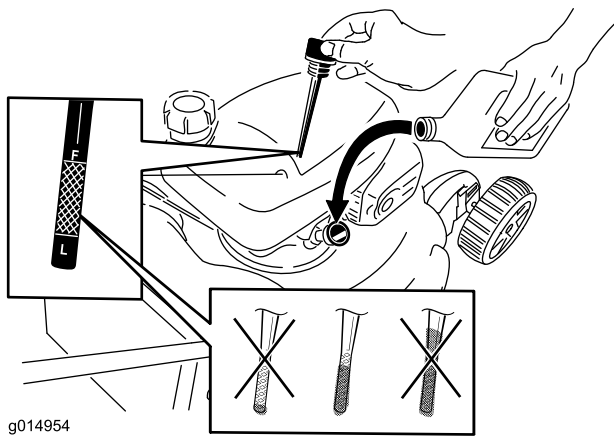

Bild 39
6. Nehmen Sie den Peilstab aus dem Öleinfüllstutzen (Bild 39).
12. Nehmen Sie den Peilstab heraus und lesen den Ölstand ab, siehe Bild 39.
- Füllen Sie bei einem zu niedrigen Ölstand langsam etwas Öl in den Öleinfüllstutzen: Wiederholen Sie die Schritte 10 bis 12, bis der Ölstand richtig ist, wie in Bild 39 dargestellt.